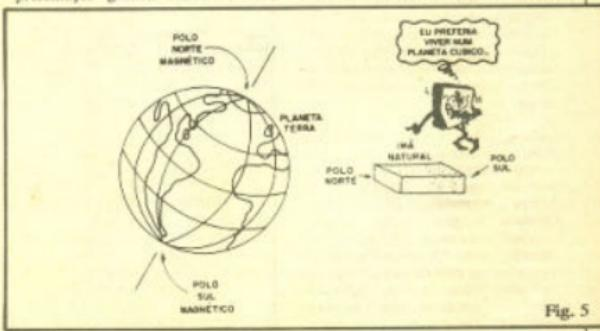

Fig. 5
- FIG. 5 - Um pedaço de material naturalmente dotado de magnetismo (ímã natural) sempre tende a apontar uma das suas extremidades para determinada direção... Isso ocorre porque nosso planeta Terra age também como um enorme ímã natural (devido à concentração de materiais ferrosos nas camadas mais interiores e centrais do nosso planetinha...). A figura mostra uma representação da Terra, com seus Polos Magnéticos NORTE e SUL (eles estão muito próximos, porém não exatamente posicionados em coincidência com os polos Norte e Sul geográficos...). Da mesma forma, um ímã natural tem seu Polo Magnético NORTE e SUL. Ocorre que, se tivermos dois ímãs (no caso, o próprio planeta Terra, mais o pedaço de ímã natural...), alguns interessantes fenômenos de ATRAÇÃO e REPULSAO se manifestam: